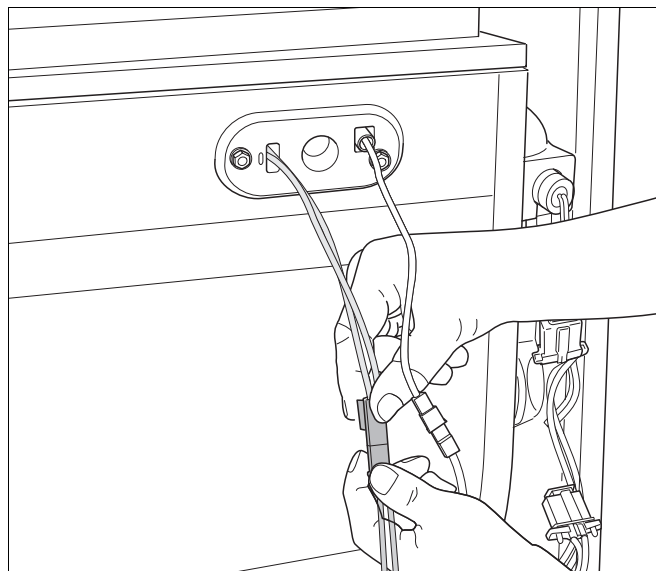
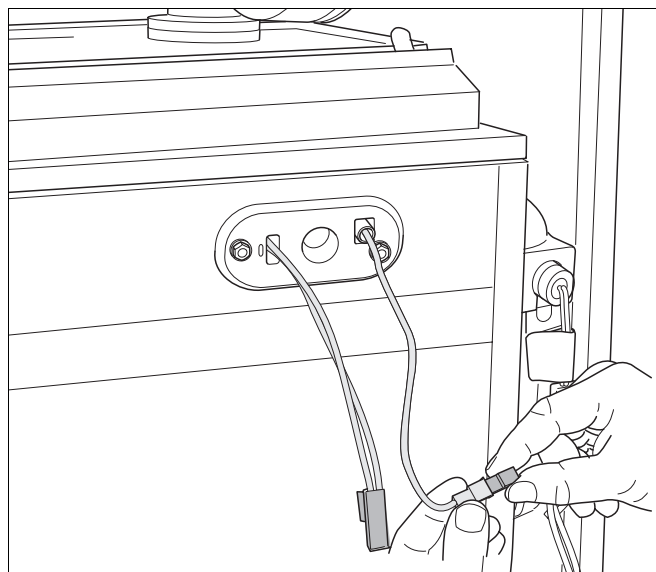

Рис. 107 Отсоединение штекера накаливаемого зажигателя
Рис. 108 Отсоединение штекера ионизационного электрода
- Отсоединить штекеры накаливаемого зажигателя (рис. 107) и ионизационного электрода (рис. 108).